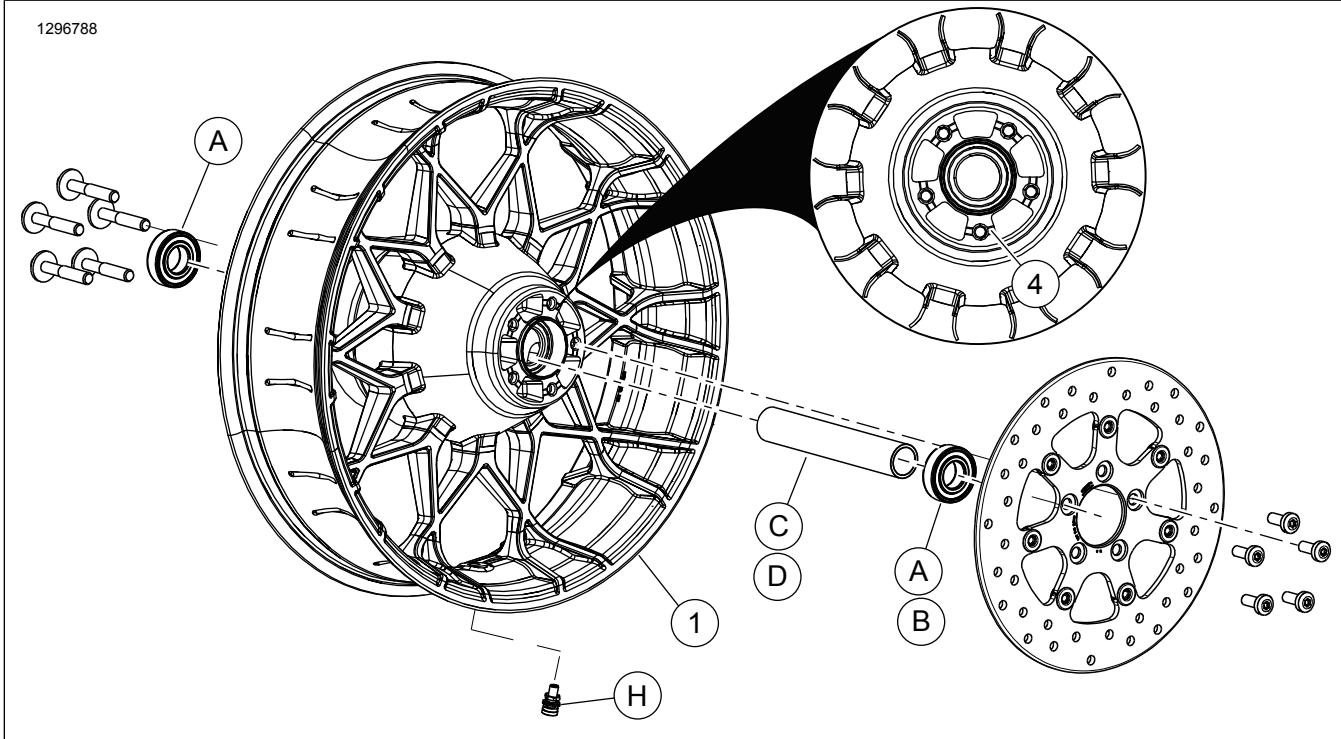

Figura 1. Parts tas-Service: Rota tat-Turbina ta' Wara
Dawn il-kits jinkludi rota personalizzat biss. Ara Figura 1 u Tabella 2.
- Ara Figura 1. Installa l-assemblaġġ tal-virga tal-valv (H) fuq ir-rota. Ara l-manwal tas-servizz.